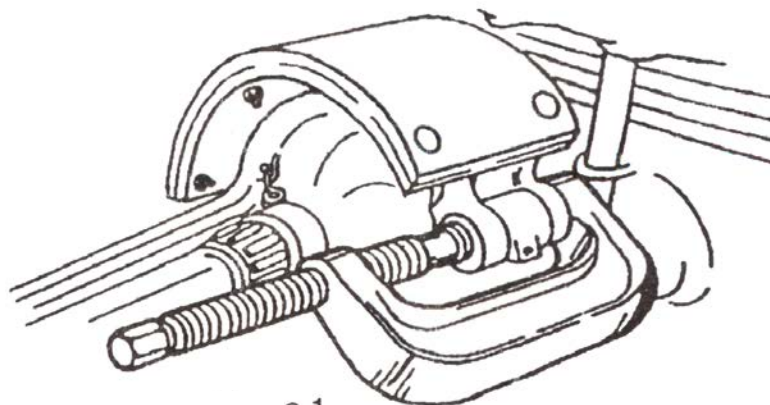

Abb.1
2. Setzen Sie die C-Pressrahmen über die Bremse wie in Abb.1 gezeigt.